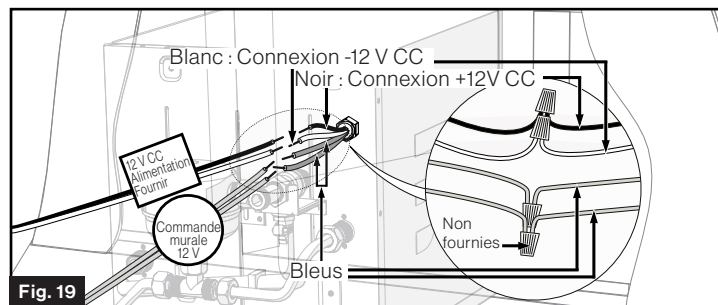

Fig. 19
- Branchez les fils d'alimentation (à l'arrière du chauffe-eau – le fil blanc et le fil noir) à une source d'alimentation nominale appropriée de courant continu de 12 V. (Fig. 19)
- Branchez les fils de la commande murale (deux fils bleus sur l'appareil). (Fig. 19)